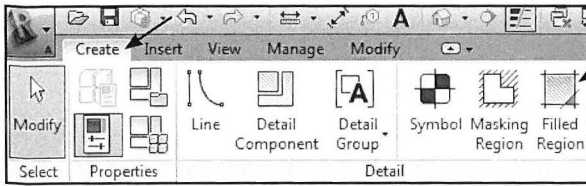

Fig. 15.80. Opret en ny *Filled Region* til optegning af selve murstenen.
- Klik *Create - Filled Region* (Fig. 15.80).